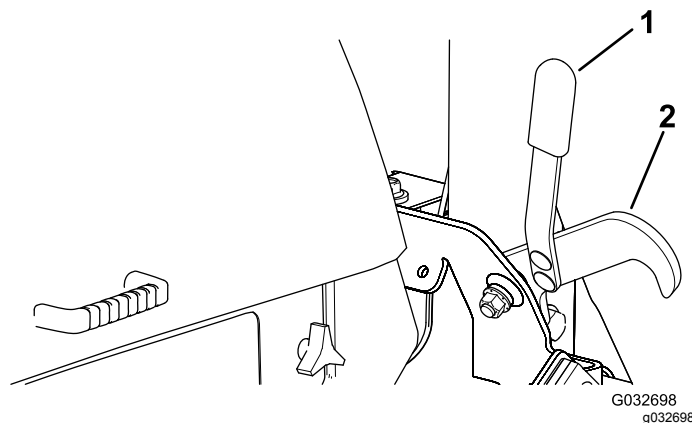

Figure 46
2. En tenant la poignée, décrochez les verrous qui maintiennent les plateaux en position levée (Figure 46).